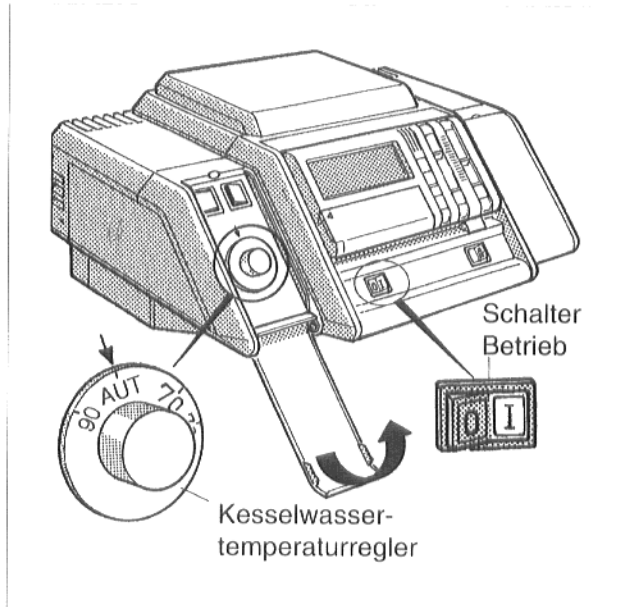

Abb. 42
- Schalter Betrieb in Stellung 0 (Aus) stellen (Abb. 42).